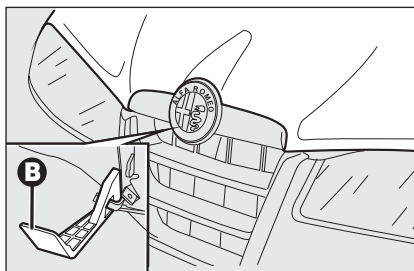

fig. 99
- ❑ appuyer vers le haut le levier **B-fig. 99** du dispositif de sécurité et soulever le capot.